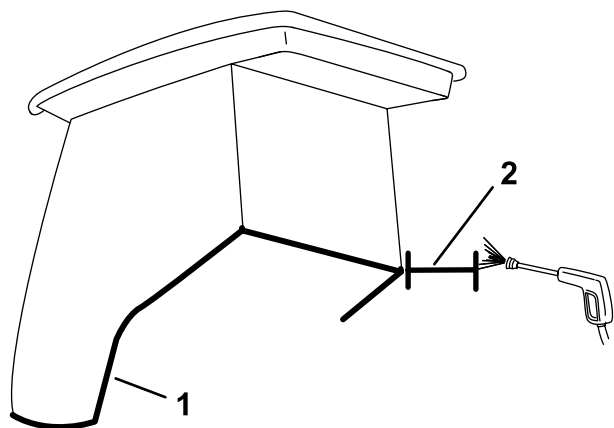

Рисунок 32
**Внимание:** Соблюдайте меры предосторожности в зонах вокруг уплотнений кабины (Рисунок 32). При использовании воды под давлением, держите распылитель на расстоянии не менее 0,6 м от машины. Не направляйте воду под давлением непосредственно на уплотнения кабины, уплотнения стекла и под заднюю выступающую часть.